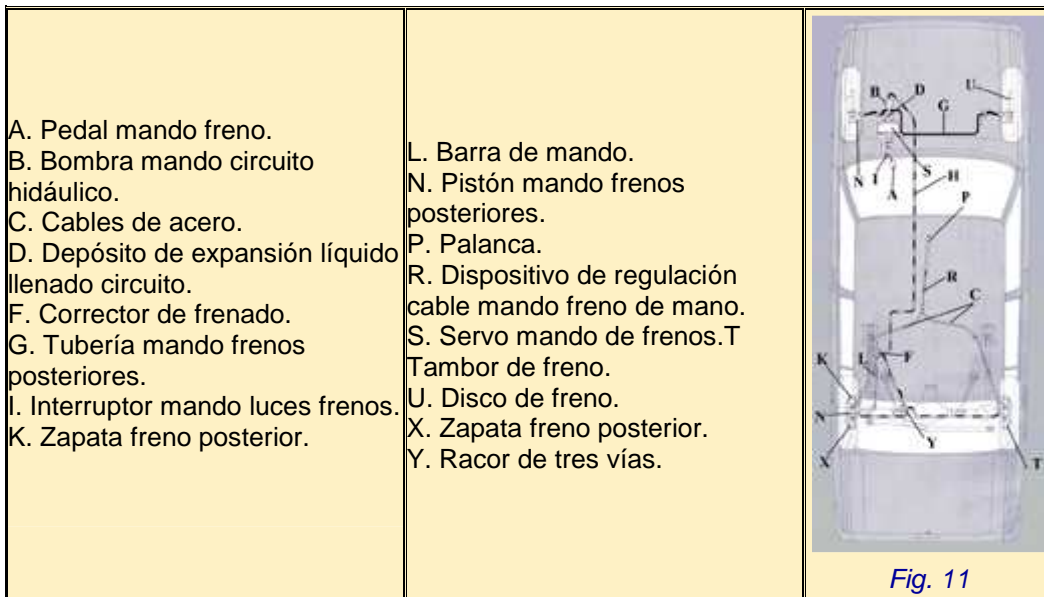

Fig. 11
Descripción (figs. 11 y 12)
Consiste en un mecanismo de freno mecánico (**fig. 11**), llamado freno de mano o estacionamiento, accionado desde el interior del vehículo por medio de la palanca (**P**) de forma que, una vez fijado el mando, las ruedas queden bloqueadas para evitar el movimiento del vehículo. Este mecanismo se aplica, generalmente, a las ruedas traseras y cuando el vehículo esté inmovilizado.
• Sistema hidráulico (fig. 11)